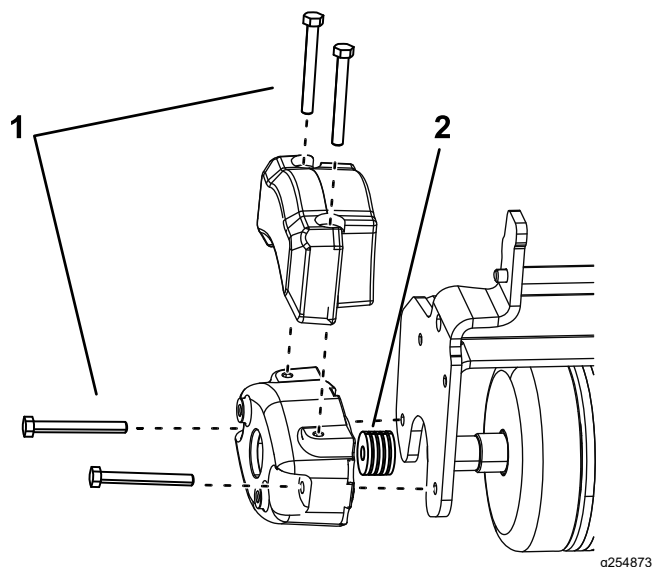

Figura 7
2. Instale 2 pernos (5/16"-18 x 2¾") como se muestra en la Figura 7.
3. Instale 4 espaciadores (3 mm) en cada perno, entre el contrapeso y la placa lateral del rodillo triple (Figura 7).